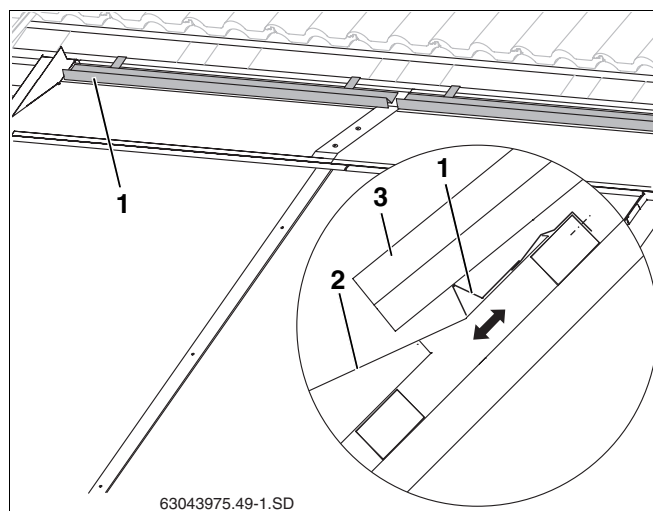

Fig. 61 Colocación y fijación del soporte de las tejas
- cubra el máximo espacio posible sobre la chapa protectora (fig. 61, **pos. 2**), sin tocarla.
- ▶ Coloque el soporte de las tejas (fig. 61, **pos. 1**) conforme a la posición determinada y fíjelo al listón del tejado.
- ▶ Coloque las tejas recortadas (fig. 61, **pos. 3**).